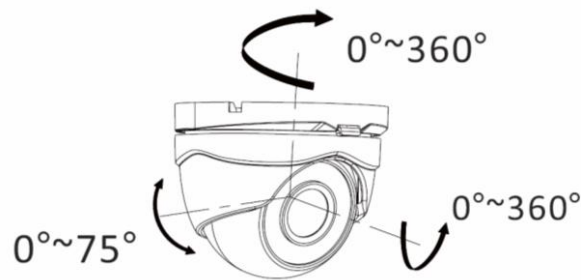

Рис. 2.2. Настройка поля зрения
9. Настройте поле зрения видеокамеры. Ее исполнение позволяет точно настроить нужную зону наблюдения за счет возможности вращения по трем осям (Рис. 2.2).